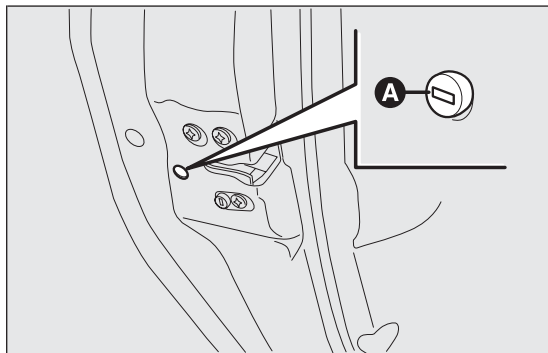

fig. 84
- ☐ inserire l'inserto metallico della chiave di avviamento nella sede A fig. 84;